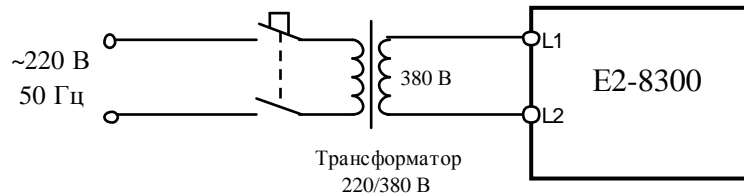

Рис. 4.13. Подключение ПЧ к электросети 1Ф ~220 В через трансформатор 220/380
4.8.2. Подключить преобразователь к электросети 3Ф ~380 В (или к сети 1Ф ~220 В через трансформатор 220/380 В, как показано на рис. 4.13).
4.9.4. Если не вращается вентилятор обдува радиатора - отсоединить от платы питания вентиляторов розетку разъёма неисправного вентилятора. Подсоединить розетку разъёма питания вентилятора к источнику постоянного напряжения 24 В соблюдая полярность, (см. рис. 4.13 б), подать напряжение. Если вентилятор не вращается - заменить неисправный вентилятор, в противном случае – заменить плату питания вентиляторов (см. рис. 4.15).